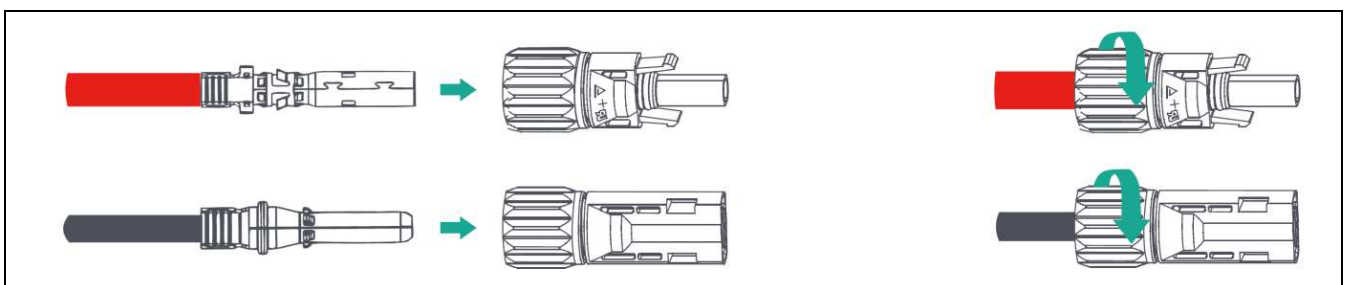

Abbildung 37: PV-Stecker Zusammenbau
- Führen Sie die positiven und negativen DC-Kabel in die Kabelverschraubungen ein, Abbildung 37